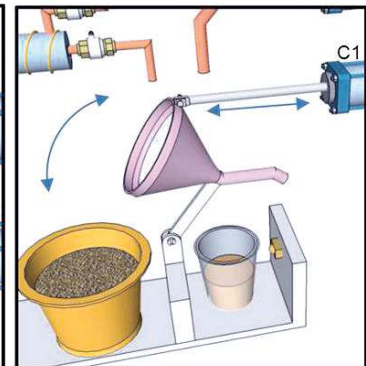

Figure 5
- L'**évacuation** du résidu vers la poubelle par la sortie puis le recul de la tige de vérin **C2** commandé par le distributeur **M2** (figure 5).